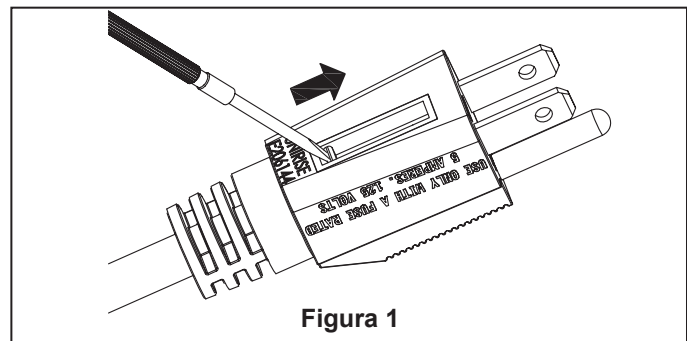

Figura 1
2. Abra la carcasa del fusible ubicada en la parte superior del enchufe deslizándola hacia las clavijas (Figura 1).